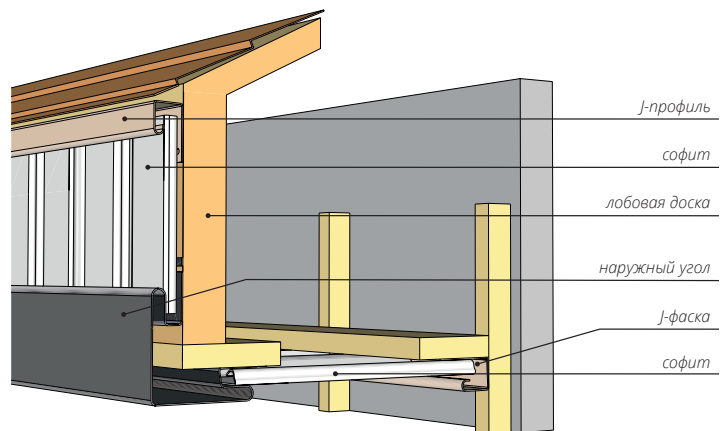

Рисунок 88
- 20.2** Монтаж с помощью наружного угла. Если ширина J-фаски (ветровой доски) недостаточна для закрытия лобовой доски, монтаж осуществляется следующим образом: вдоль верхнего края лобовой доски устанавливается J-профиль; наружный угол устанавливается в соответствии с рис. 88; J-профиль примыкающий к стене, монтируется аналогично схеме монтажа с использованием J-фаски. Софит нарезается на отрезки нужной ширины и устанавливается в пазы J-профиля и наружного угла.